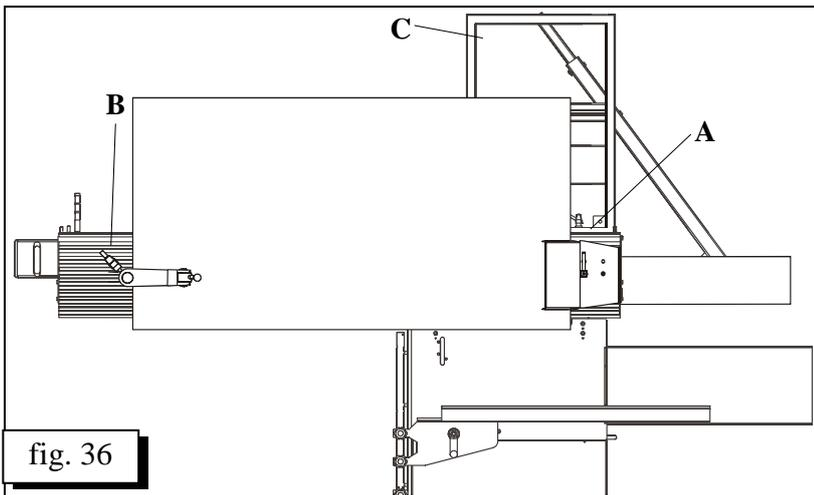

fig. 36
- Desserrez les leviers de serrage **A** et retirez la table à format **B** en position extrême. (fig. 36)
**Exemple de coupe longitudinale (fig. 36)**